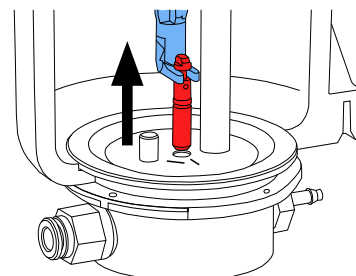

Fig. 11
- Tineti duza de dozare cu ajutorul uneltei si trageți in sus (Fig. 11).